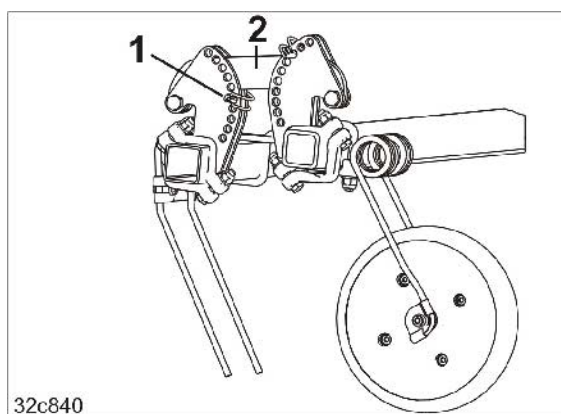

Fig. 177
1. Indstillingen af harvetænderne sker ved at sætte rørsplitten (Fig. 177/1) under styrestangen (Fig. 177/2) i alle segmenter i den samme boring.